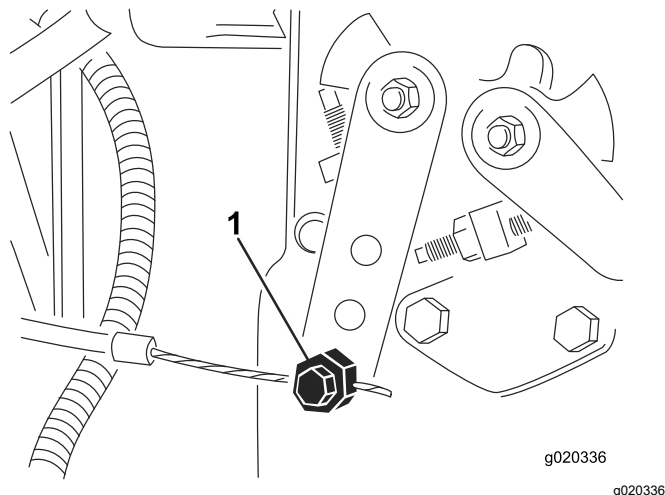

図 77
2. 噴射ポンプのレバーアーム 図 77 の部分にあるスロットルケーブルのコネクタをゆるめる。